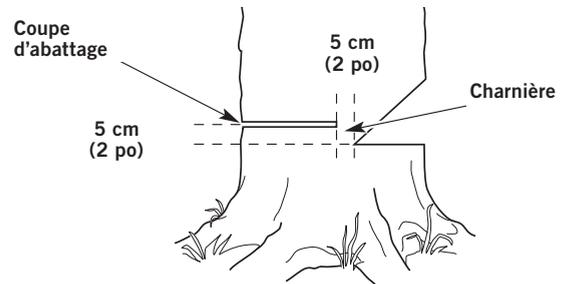

Fig. 12
1. Faites une coupe horizontale du côté opposé de l'arbre à partir de l'encoche (Fig. 12). Coupez environ 5 cm (2 po) au-dessus du bas de l'entaille (Fig. 12).
2. Lorsque la coupe s'approche de l'encoche, seule une petite bande de bois supporte l'arbre. Cette bande de bois s'appelle une charnière (Fig. 12). Cette charnière contrôle la chute de l'arbre. Laissez environ 5 cm (2 po) de charnière en place. Ne coupez pas complètement la charnière. Une coupe dans la charnière pourrait faire tomber l'arbre dans n'importe quelle direction.